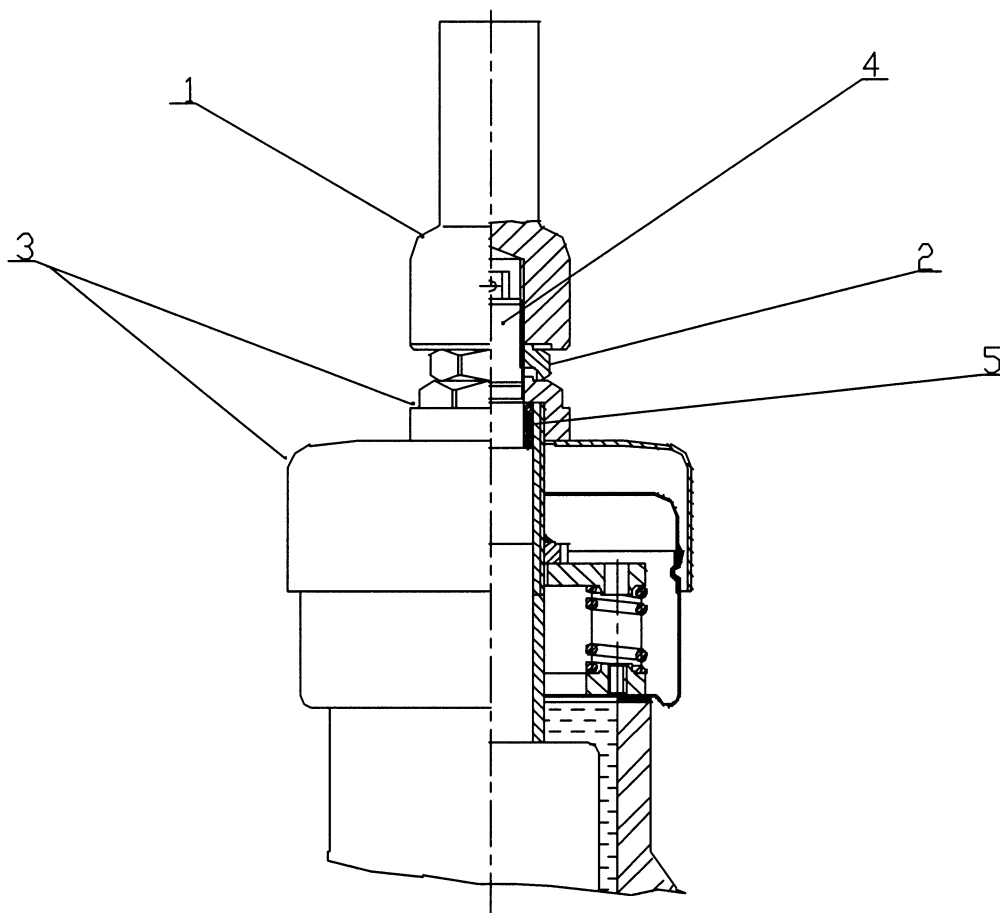

Рис. 9 Верхняя часть ввода типа BRBT-90-110-550/800
Герметичность сборки контактной шпильки обеспечивается уплотнительным кольцом из нитрильной резины (см. поз.5, рис.9).
Внутренняя контактная шпилька (поз. 4) рис. 9 протяжной системы, припаивается к отводу от трансформаторной обмотки (гибкому проводнику) на трансформаторном заводе или на монтажной площадке при замене ввода. Для этого снимается внешняя контактная шпилька (поз. 1), которая при поставке и в рабочем положении накручена на внутреннюю контактную шпильку, отворачивается гайка (поз. 2), фиксирующая внутреннюю контактную шпильку в заданном положении в верхней части ввода и снимается защитный кожух (поз. 3) с трубы ввода. После этого внутренняя контактная шпилька (поз. 4) вместе с размещенным на ней резиновым уплотнением (поз. 5) может быть извлечена из трубы ввода. Резиновое уплотнение при поставке ввода находится уже на шпильке, однако перед пайкой трансформаторного отвода его необходимо снять. Вытягивающий шнур прикрепляется к внутренней контактной шпильке, для чего в ее верхней части имеется сквозное поперечное отверстие, и последняя вместе с припаянным отводом протягивается через трубу ввода. Проводник удерживается в натянутом положении во время опускания ввода в трансформатор. Если около вводов на
- резиновое уплотнение под контактную шпильку (см. рис.9, поз.5) - 2 шт. (1-ое - штатное, 2-ое - запасное);